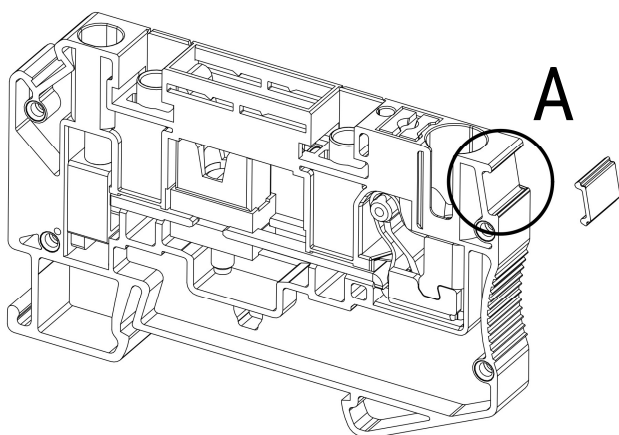
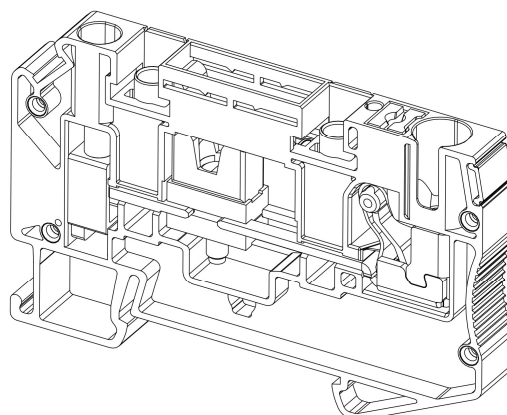

Рисунок 71 – установка маркировочной полосы УМКП
Рисунок 72 – установленная маркировочная полоса УМКП
- Для установки маркировки УМКП вдавите ее в отмеченный паз клеммы (рис. 71, «А»; рис. 72).